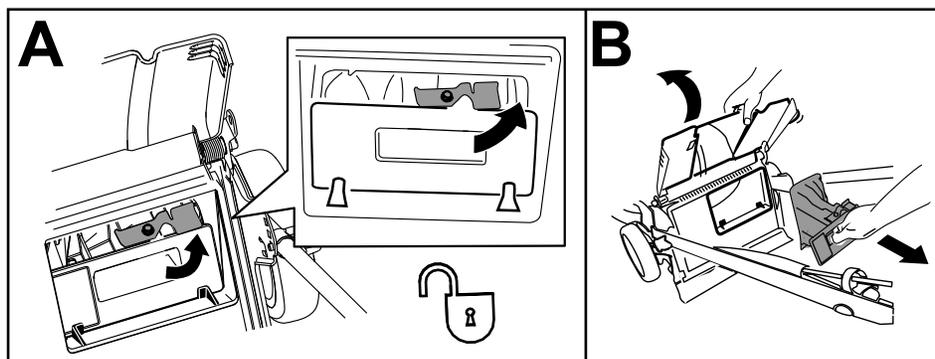

Рисунок 27
2. Разблокируйте заглушку заднего выброса (вид А на Рисунок 27).
3. Вытяните на себя заглушку заднего выброса (вид В на Рисунок 27).